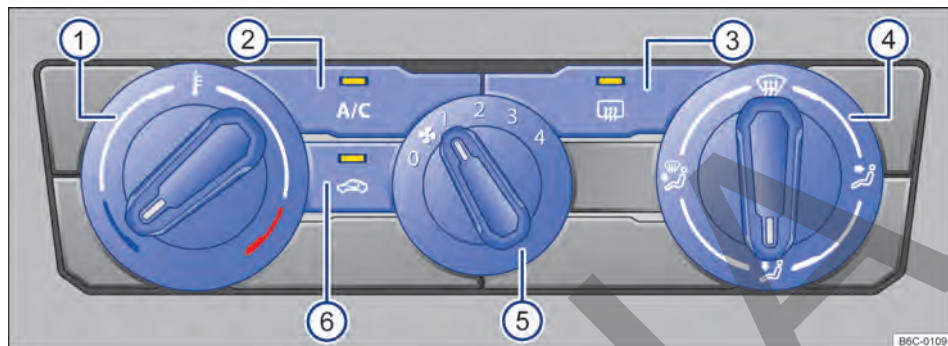

Fig. 80 Comandos del aire acondicionado.
- Aire acondicionado: girar el regulador del ventilador al nivel 0 → fig. 80 (5).
- Aire acondicionado: girar el regulador giratorio izquierdo → fig. 80 (1).
- Aire acondicionado: girar el regulador del ventilador → fig. 80 (5).
- Aire acondicionado: girar el regulador de la derecha → fig. 80 (4) a la posición deseada.
- Aire acondicionado: girar el regulador derecho a la posición  → fig. 80 (4).